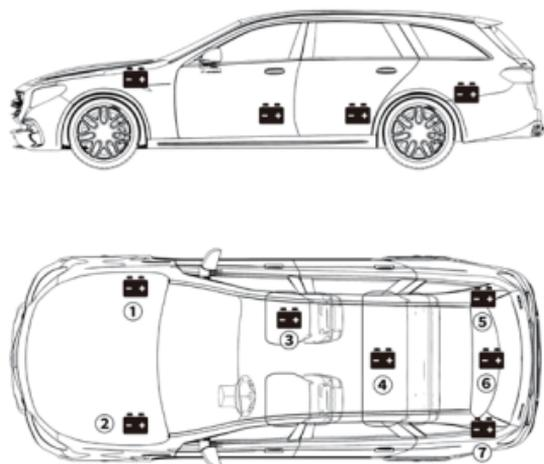

Figura 4.1.1
1. La mayoría de los modelos sostienen la batería en el compartimento del motor, debajo del capó, en una de las esquinas delanteras. Consulta la ubicación de la batería ① y ② en la Figura 4.1.1.
2. Para equilibrar la distribución desigual del peso, algunos fabricantes sostienen el motor en la cajuela. Vea la ubicación de la batería ⑤, ⑥ y ⑦ en la Figura 4.1.1. En este caso, la batería puede tener una cubierta de plástico que debe retirarse antes de cualquier prueba.
3. Para otros modelos, la batería puede guardarse debajo del asiento trasero. Consulta la ubicación de la batería ④ en la Figura 4.1.1.
4. Para algunos vehículos, la batería se puede ubicar debajo del asiento del pasajero. Consulta la ubicación de la batería ③ en la Figura 4.1.1.